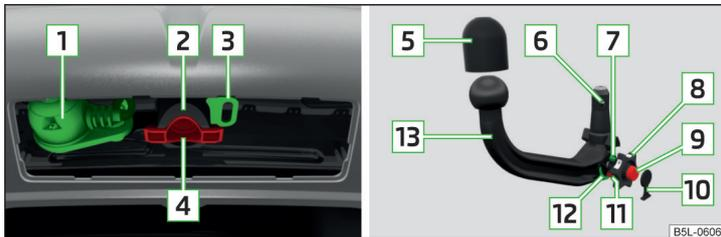

Fig. 143 Soporte del dispositivo de remolque/barra de cabeza esférica
Soporte del dispositivo de remolque y barra de cabeza esférica » fig. 143
- Extraiga la caperuza protectora de la cavidad de alojamiento **4** » fig. 143 de la pág. 130 hacia abajo.
- Colocar la caperuza protectora para la cavidad de alojamiento **[4]** » fig. 143 de la pág. 130.